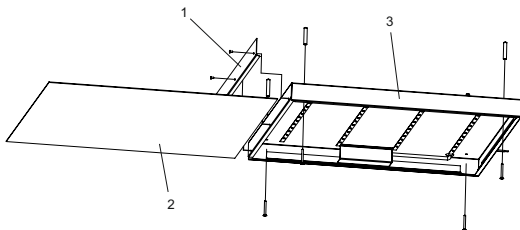

Рисунок 1
4.2.2 Накладной монтаж осуществляется следующим образом (см. рисунок 1):
- открутить 3 винта и снять боковую крышку (1) светодиодной панели;
- извлечь рассеиватель (2);
- закрепить корпус светодиодной панели (3) через имеющиеся отверстия непосредственно на поверхность потолка. Крепёж для накладного монтажа в комплекте не поставляется;
- в обратном порядке установить на корпус светодиодной панели (3) рассеиватель (2);
- установить боковую крышку (1) обратно и зафиксировать винтами.